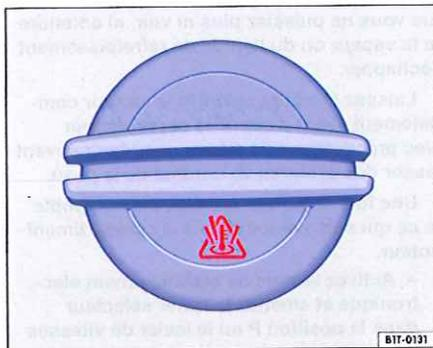

Fig. 195 Dans le compartiment-moteur : bouchon du vase d'expansion du liquide de refroidissement.
- Vous pouvez reconnaître le vase d'expansion du liquide de refroidissement grâce au symbole  figurant sur le bouchon \Rightarrow fig. 195.